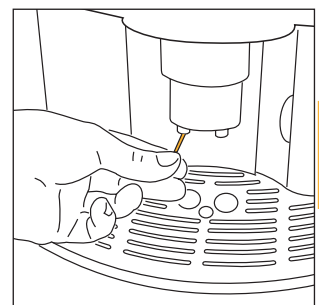

Fig.28
- Kontrollera med jämna mellanrum att utmatningshålen för kaffet inte är tilltäppta. Ta bort kafferester ur dem med en nål (fig. 28).